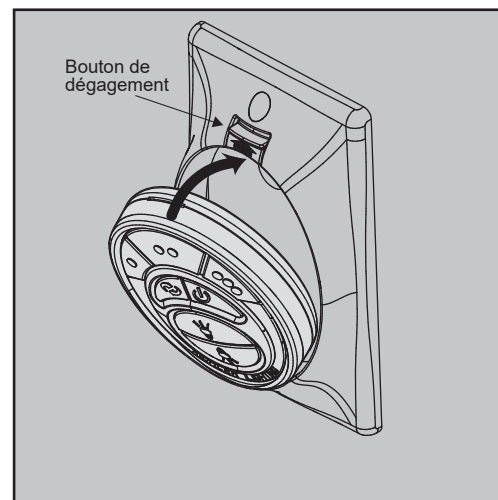

Fig. 25
Step 1. Insérer l'émetteur dans la plaque murale en insérant le bas de l'émetteur d'abord et en insérant ensuite le haut de l'émetteur dans la pochette. L'émetteur devrait fonctionner totalement de cet endroit, sinon vous pouvez retirer l'émetteur et l'utiliser comme un dispositif mobile. (Fig. 25)